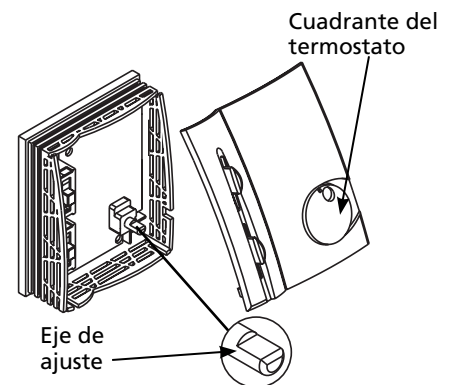

Figura 8 - Asegúrese que el Cuadrante se Encuentre Colocado de Forma Vertical y el Eje de Ajuste de Forma Horizontal
2. Alinee el eje de ajuste del termostato de manera horizontal según se muestra en la Figura 8.